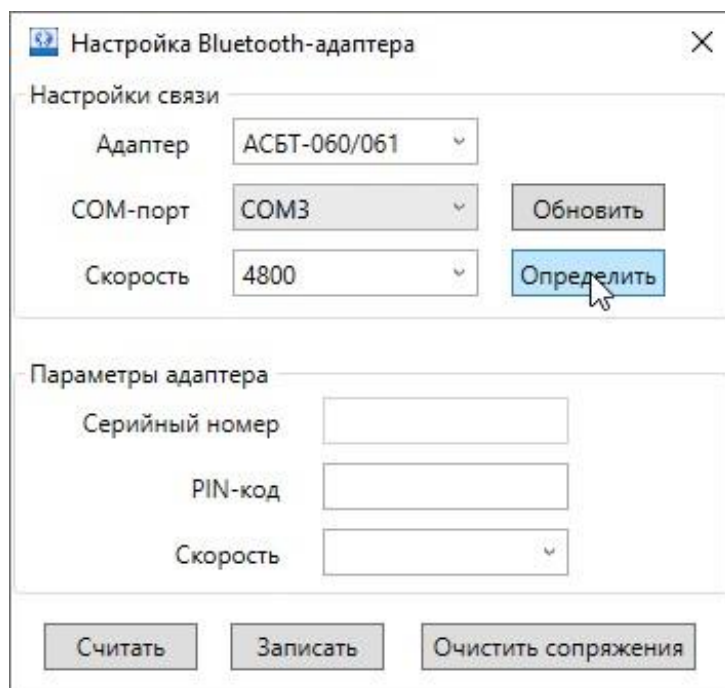

Рис.6. Установка значения скорости обмена с адаптером.
3.1.5. В области **Настройки связи** нажмите кнопку **Определить**. Значение скорости обмена с адаптером установится автоматически (рис.6).